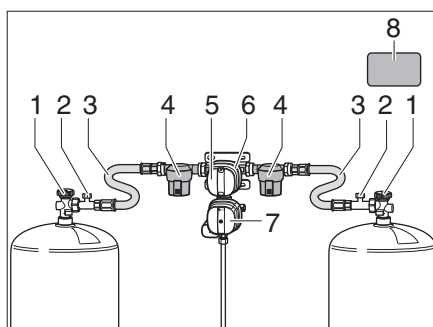
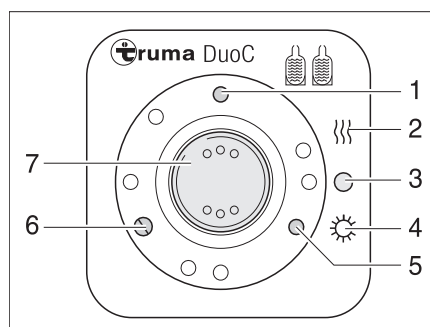
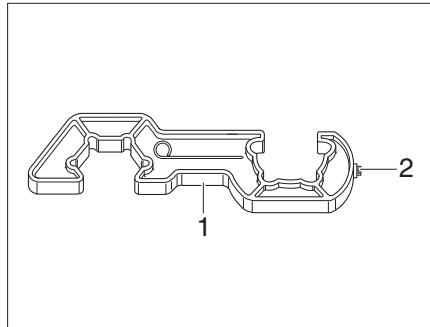
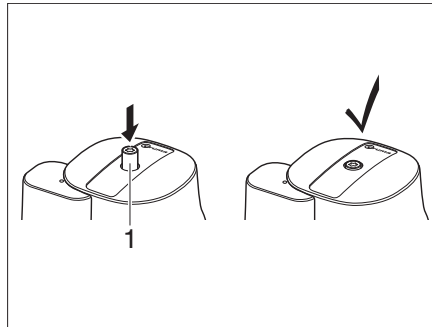

Fig. 249 Dispositif de commutation DuoControl
Fig. 250 Unité de commande
Fig. 252 Dispositif de vissage
Fig. 253 Crash-Sensor
Le dispositif de commutation DuoControl est constitué d'une robinetterie de commutation (Fig. 249,6) et de l'unité de commande (Fig. 250). La robinetterie de commutation est montée entre les flexibles de gaz (Fig. 249,3). Avec le bouton rotatif (Fig. 249,5) sur la robinetterie de commutation, on peut déterminer laquelle des bouteilles de gaz est la bouteille de service et quelle bouteille de gaz est utilisée comme bouteille de réserve.
La robinetterie de commutation (Fig. 249,6) est équipée de l'installation de dégivrage du régulateur EisEx. On évite ainsi des dérangements de l'installation de gaz en hiver.
Avant la robinetterie de commutation se trouvent de chaque côté un filtre à gaz (Fig. 249,4), lequel protège l'installation de gaz de l'encrassement par l'huile et des impuretés.
Seules les fonctions électriques peuvent être commandées sur l'unité de commande (Fig. 250). Les robinets principaux des bouteilles de gaz (Fig. 249,1) doivent être ouverts manuellement.
Lorsque le voyant de contrôle vert (Fig. 250,6) est allumé, la bouteille de service est pleine. Lorsque le voyant de contrôle rouge (Fig. 250,5) est allumé, la bouteille de service est vide. L'alimentation en gaz se fait alors via la bouteille de réserve.
- Ouvrir les robinets principaux (Fig. 249,1) sur les bouteilles de gaz.
- Avec le bouton rotatif (Fig. 249,5) situé sur la robinetterie de commutation (Fig. 249,6), sélectionner la bouteille de gaz à partir de laquelle le gaz sera utilisé principalement (bouteille de service). Toujours tourner le bouton rotatif à fond.
- Mettre le commutateur à bascule (Fig. 250,7) sur "O" (Fig. 250,3). Le voyant de contrôle jaune (Fig. 250,1) s'éteint.
- Fermer les robinets principaux (Fig. 249,1) sur les bouteilles de gaz.
Les voyants de contrôle de l'unité de commande (Fig. 250,5 et 6) signalent à l'intérieur du véhicule si la bouteille de gaz est en état de marche.
Lorsque le voyant de contrôle vert (Fig. 250,6) s'éteint pendant le fonctionnement et que le voyant de contrôle rouge (Fig. 250,5) s'allume, la bonbonne de gaz sélectionnée comme bouteille de service est vide et doit être remplacée. La bouteille de réserve alimente les appareils à gaz.
- ▶ Pour visser et dévisser les flexibles à haute pression, utiliser le dispositif de vissage (Fig. 252,1) fourni. Il assure le couple de serrage requis et prévient l'endommagement du raccord vissé par l'utilisation d'un outil incorrect.
- Fermer le robinet principal (Fig. 249,1) sur la bouteille de gaz vide.
- Dévisser le flexible à haute pression (Fig. 249,3) de la bouteille de gaz à l'aide du dispositif de vissage (Fig. 252).
- Raccorder la bouteille de gaz pleine au flexible à haute pression (Fig. 249,3).
- Ouvrir le robinet principal (Fig. 249,1) sur la bouteille de gaz.
- Tourner le bouton rotatif (Fig. 249,5) de la robinetterie de commutation (Fig. 249,6) d'un demi-tour de manière à ce que la bouteille remplacée serve de bouteille de réserve.
- Appuyer sur le bouton (Fig. 249,2) de la sécurité de rupture de flexible sur le tuyau flexible haute pression afin de l'activer.
- Le cas échéant, appuyer sur le bouton de réinitialisation (Fig. 253,1) sur le Crash-Sensor.
- ▶ Tenir compte de l'autocollant de sécurité (Fig. 249,8) sur le compartiment à gaz.
- Avec le Torx T20 (Fig. 252,2), enfoncer le bouton de déverrouillage (Fig. 253,1) sur le dispositif de vissage, tourner légèrement dans le sens des aiguilles d'une montre et maintenir pendant 5 secondes. Le Crash-Sensor est prêt à fonctionner lorsque le bouton de déverrouillage (Fig. 253,1) reste en position abaissée.
- Après le remplacement de la bouteille de gaz, appuyer avec force sur le bouton vert (Fig. 249,2) sur le flexible à haute pression (Fig. 249,3).